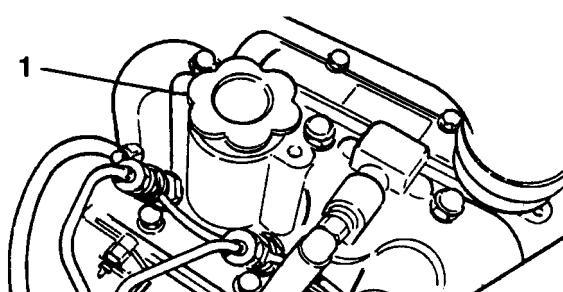

図2
3. 油量が不足であれば、オイル キャップ（図2）を開けて補給します。入れすぎないよう注意しながら少しづついれてください。